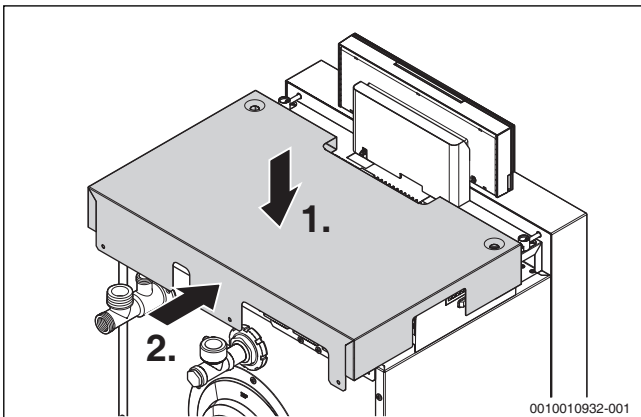

Bild 24 Kesselhaube montieren
- Kesselhaube mit etwas Abstand zur Halterung der Bedieneinheit von oben aufsetzen und nach vorn schieben (→ Bild 24)